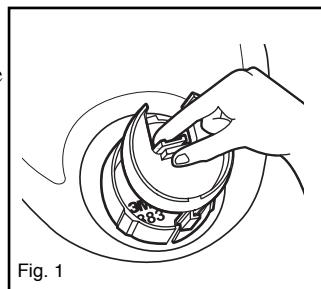

Fig. 1
1. Apriete la lengüeta de seguridad en la parte trasera del Direccionador de Aire 6881 y jale para separar de la Base de Puerto DIN 6883. (Fig. 1)
4. Alinee la orejeta en el fondo del direccionador de aire 6881 con la ranura en el fondo del puerto base DIN 6883. (Fig. 1)
1. Sólo el Adaptador de Puerto DIN (6884) y el Adaptador de Presión-Demanda (6874): Apriete la lengüeta de seguridad ubicada en la parte trasera del Direccionador de Aire 6881 y jálela hacia atrás para separarla de la Base de Puerto DIN 6883. (Fig. 1)